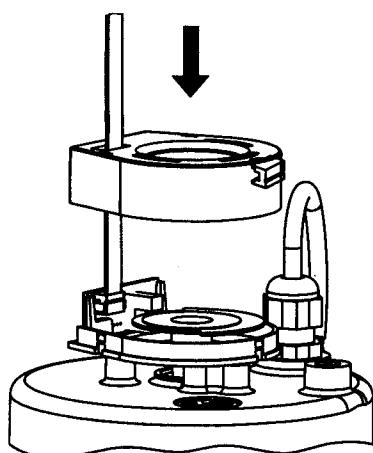

Fig. 6
- 6) Inserire il cavo nel coperchio per encoder e fissarlo a pressione sul supporto, come in fig. 6.
- 6) Fit the cable in the encoder cover and secure it by pressure on the support as shown in figure 6.
- 6) Introduire le câble dans le couvercle pour encodeur et le fixer par pression sur le support, d'après la fig. 6.
- 6) Introduzca el cable en la tapa para encoder y fíjelo a presión en el soporte, como se muestra en la fig. 6.
- 6) Das Kabel in den Deckel des Encoders einführen und unter Druck auf dem Halter befestigen, wie in Abb. 6 gezeigt.